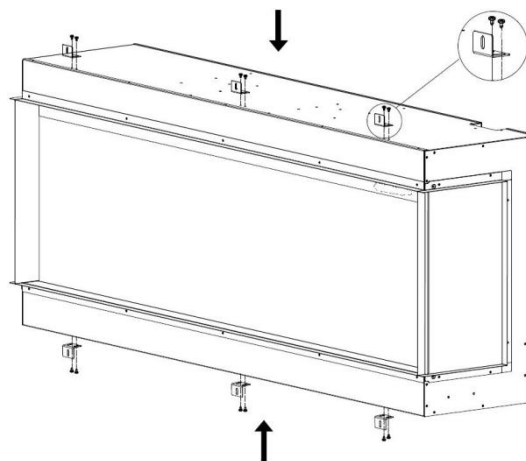

Fig.3-2
5. Fixe os suportes com os parafusos do passo anterior. Fig.3-2